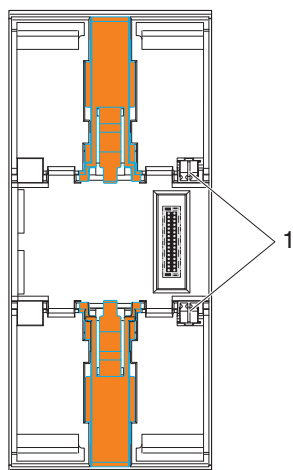

Abb. 8-1 FE-Feder (1)
- 1 Die Module haben an ihrer Unterseite mindestens eine FE-Feder (Metallspange, 1 in Abb. 8-1), die bei der Montage eine elektrische Verbindung zur Tragschiene herstellt.